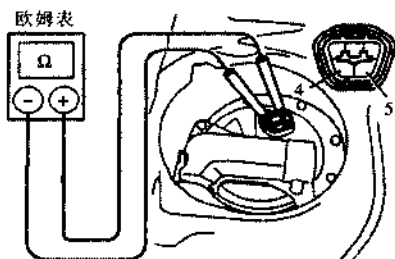

图 2.24 检查燃油泵的电阻
- ① 拆卸后坐垫,拆卸地板检修孔盖板。
- ② 拔下燃油泵和燃油传感器的插接器。
- ③ 用一只欧姆表测量4号与5号端子之间的电阻,如图2.24所示。标准电阻为 $0.2\Omega\sim 3.0\Omega$ (20°C 时)。如果电阻不符合规定,应更换燃油泵。